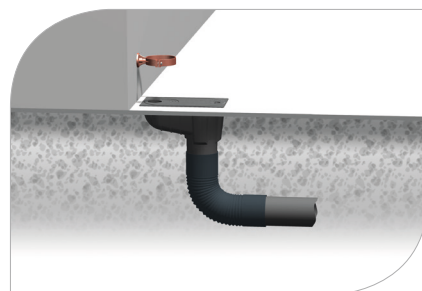
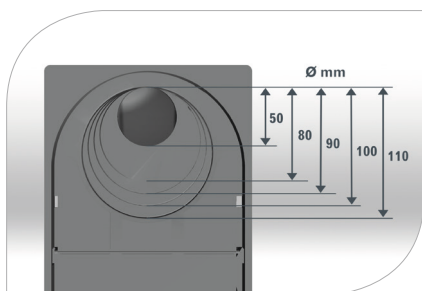
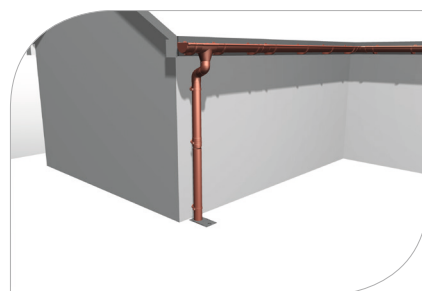

рис. 24
рис. 25
рис. 27
- 6.1 Отвод в канализацию. Разместите универсальный отстойник в грунте под водосточной трубой. Его нижний конец соедините с эластичным коленом, достигающим до труб подземной канализации (рис. 24). В крышке универсального отстойника вырежьте отверстие, равное по диаметру используемой водосточной трубе (рис. 25, 26). Водосточную трубу введите в отверстие крышки отстойника (рис. 27)